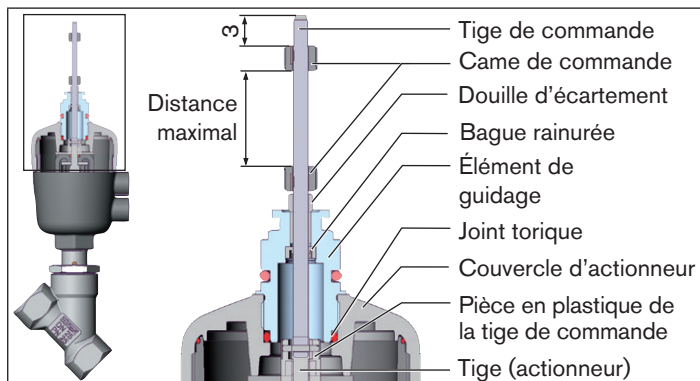

Fig. 11 : Montage de la tige de commande (2), série 20xx
- Enfoncer le joint torique vers le bas dans le couvercle de l'actionneur (voir « Fig. 11 »).
S'assurer que la distance entre les deux cames de commande est maximale (voir « Fig. 11 »).